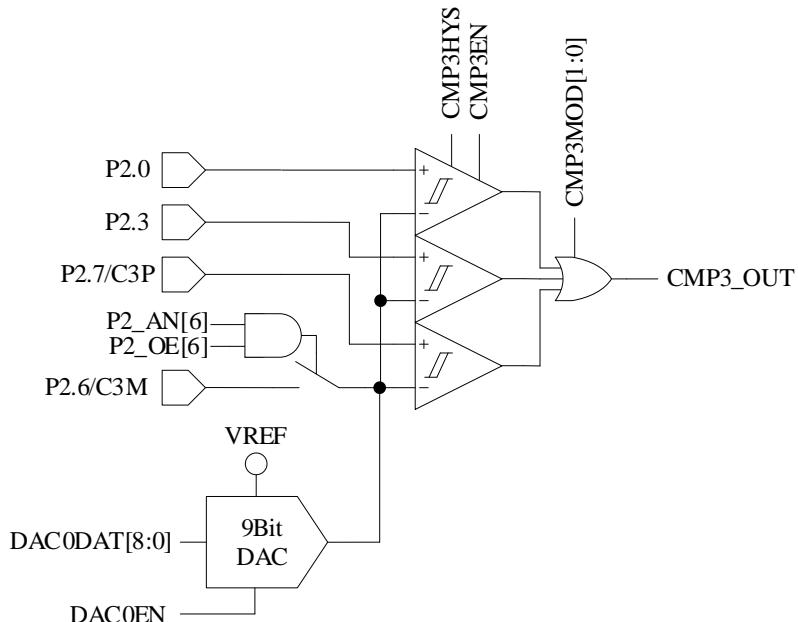

图 28-4 三比较器输入模式
- 配置 CMP_CR1[CMP3MOD] = 1X, CMP3 为三比较器输入模式, 具体输入输出端口接法如图 28-4 所示